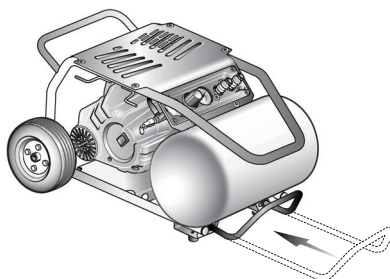

Fig. 9
- Assurez-vous que le compresseur est positionné comme illustré et que la poignée télescopique n'est pas déployée. (Fig. 9)